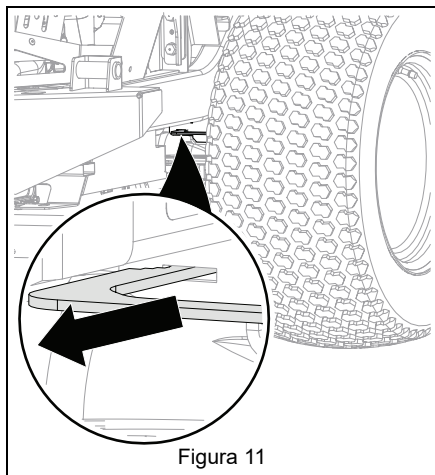

Figura 11
2. Portare entrambe le leve di bypass del cambio nella posizione di bypass. Vedere Figura 11.